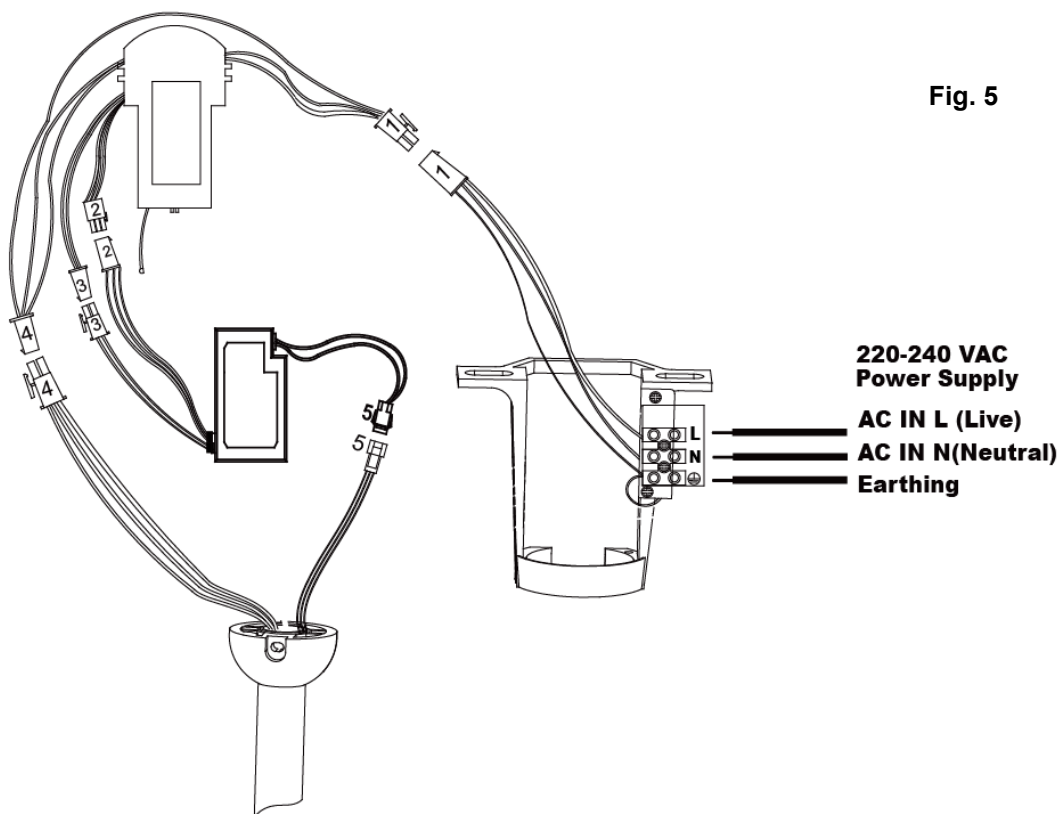

Fig. 5
2. Zie het bedradingsdiagram voor elektrische aansluiting/installatie. **Fig. 5**
3. Na het installeren van de elektrische bedrading op de houderterminal en het aansluiten van de inputbedrading van de afstandsbediening en vaste bedrading via de 4-portaal snelkoppelingen (1); sluit de inputbedrading van de LED-driver en de outputbedrading van de afstandsbediening aan via de 2-portaal snelkoppelingen (3); sluit de inputbedrading voor het PWM-signaal van de LED-driver aan via de 3-portaal snelkoppelingen (2); sluit de outputbedrading van de ventilatorontvanger en de inputbedrading van de motor aan via de 4-portaal snelkoppelingen (4); sluit ook de outputbedrading van de LED-driver en de LED-lichtbedrading aan via de 3-portaal snelkoppelingen (5). **Fig.5**